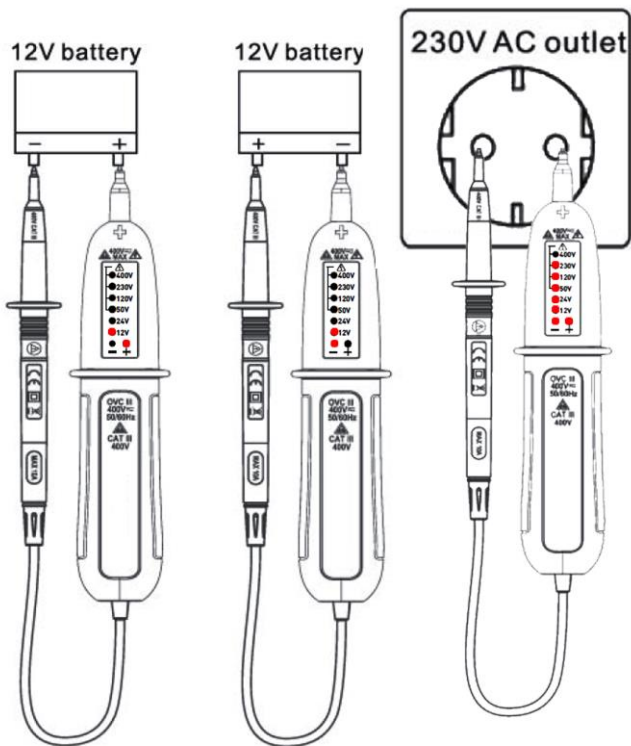

Abb. 1
- Prüfen Sie das Gerät mit einer 12-V-Batterie und die +/- Anzeige mit der 12-V-LED sollte wie in Abb. 1 gezeigt leuchten.
- Messen Sie eine bekannte Spannung, z. B. eine 230-V-Steckdose (siehe Abb. 1), wenn der Tester bei der Spannungsprüfung versagt.